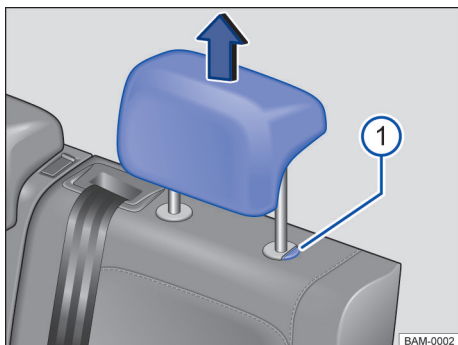

Fig. 72 Apoios para cabeça traseiros: desinstalar.
- Retirar o apoio para cabeça com o botão → Fig. 72  pressionado.
- Empurrar o apoio para cabeça para baixo com o botão → Fig. 72  pressionado.